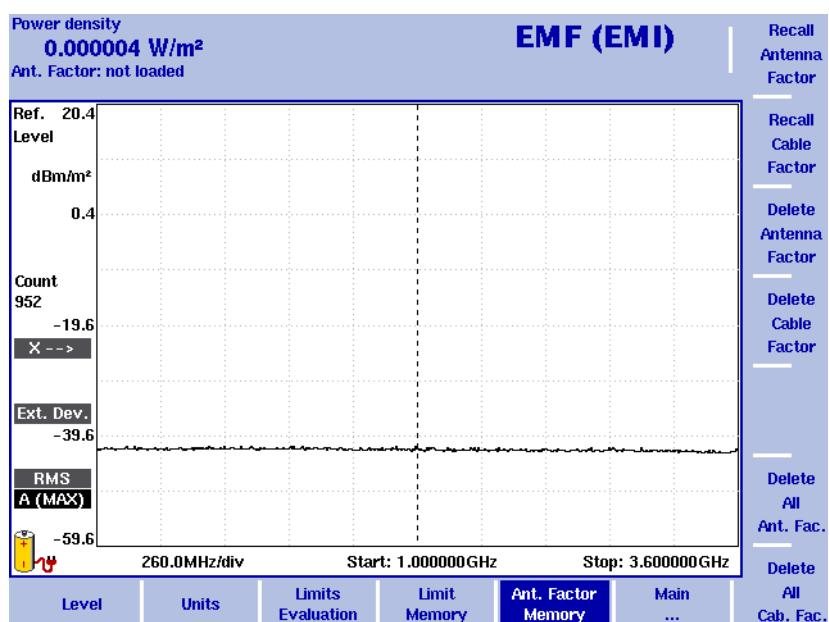

图 57 Antenna Factor 菜单
- 1 在 EMF (EMI) 主菜单中，选择 Level>Ant. Factor Memory。屏幕上将显示系统存储的天线系数（参见第 186 页图 57）。